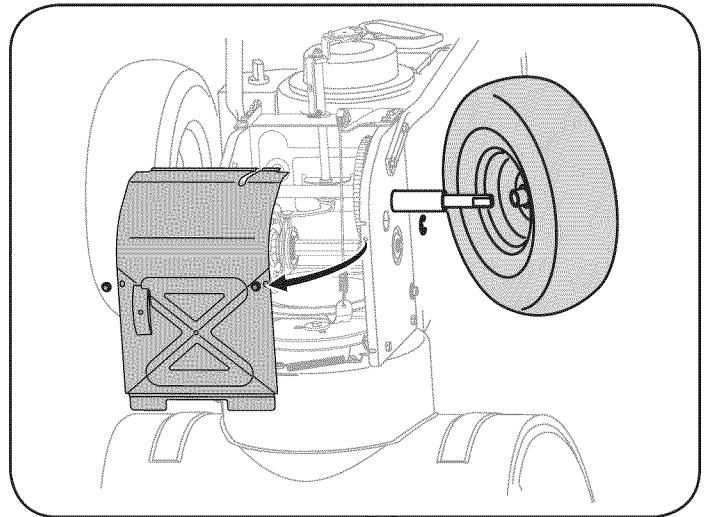

Figura 28
5. Retire la rueda derecha quitando el tornillo y la arandela de campana que la aseguran al eje. Vea la figura 28.